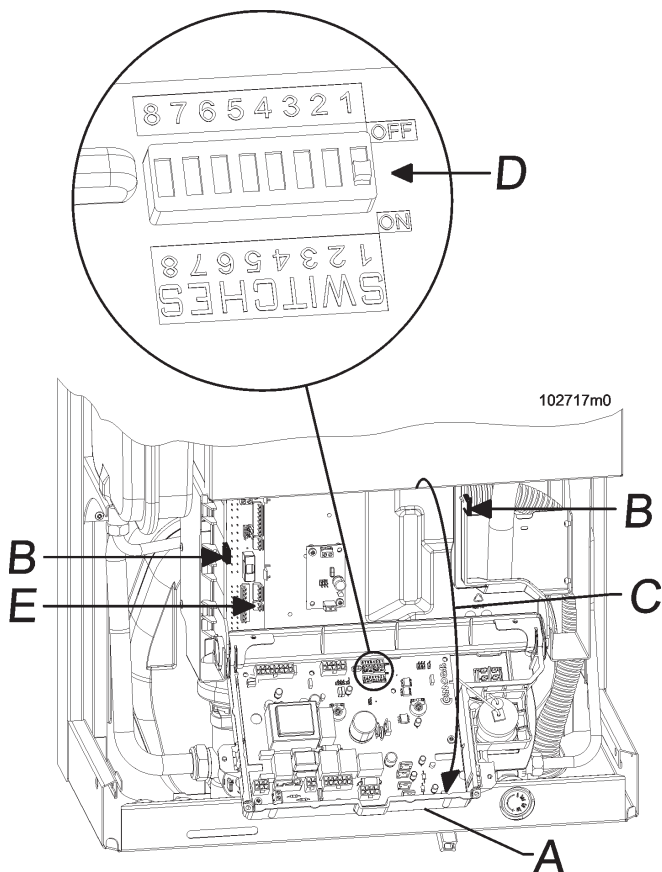

Figura 5-14 - Commutatori (SWITCHES) di adattamento apparecchio
- 3.- impostare lo SWITCH n° 1 in OFF e lo SWITCH n°5 in ON (vedi figura 5-14);
- 3.- spostare il commutatore 1 nella posizione ON (vedi figura 5-14 particolare "D");
- 4.- spostare il commutatore 5 nella posizione OFF (vedi figura 5-14);